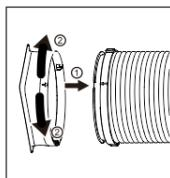

Abb. 1
- 1) Richten Sie die beiden Pfeile des Schlaucheingangsanschlusses und des Schlauchs aus und setzen Sie sie ein; drehen Sie den Schlaucheingangsanschluss im oder gegen den Uhrzeigersinn um etwa 60°; (Abb. 1)